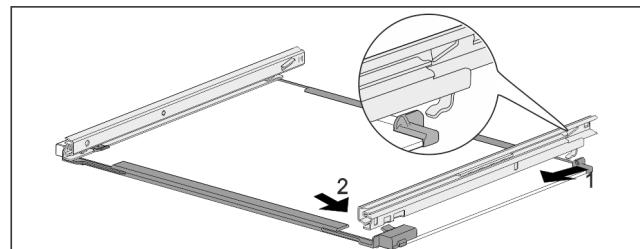

Fig. 108 Steklena plošča z vodili
- ▶ Vodilo obesite na kavelj na zadnji strani. Fig. 108 (1)
- ▶ Vodilo zaskočite na sprednji strani. Fig. 108 (2)